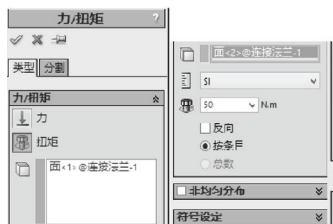

图 9-65 添加扭矩操作
STEP 7 右键单击“算例”树中“外部载荷”项，在弹出的快捷菜单中选择“扭矩”菜单项，选择模型外表面力矩的面（内表面为方向参照面），添加一扭矩，如图 9-65 所示。